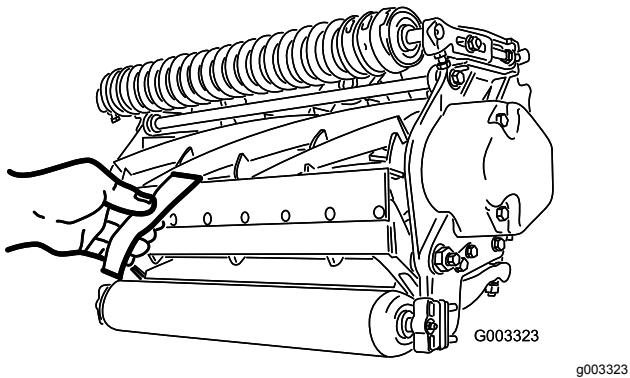

Bild 14
12. Testen Sie die Schnittleistung, indem Sie einen langen Streifen des Toro Schnittleistungspapiers senkrecht zum Untermesser zwischen die Spindel und das Untermesser legen (**Bild 14**).